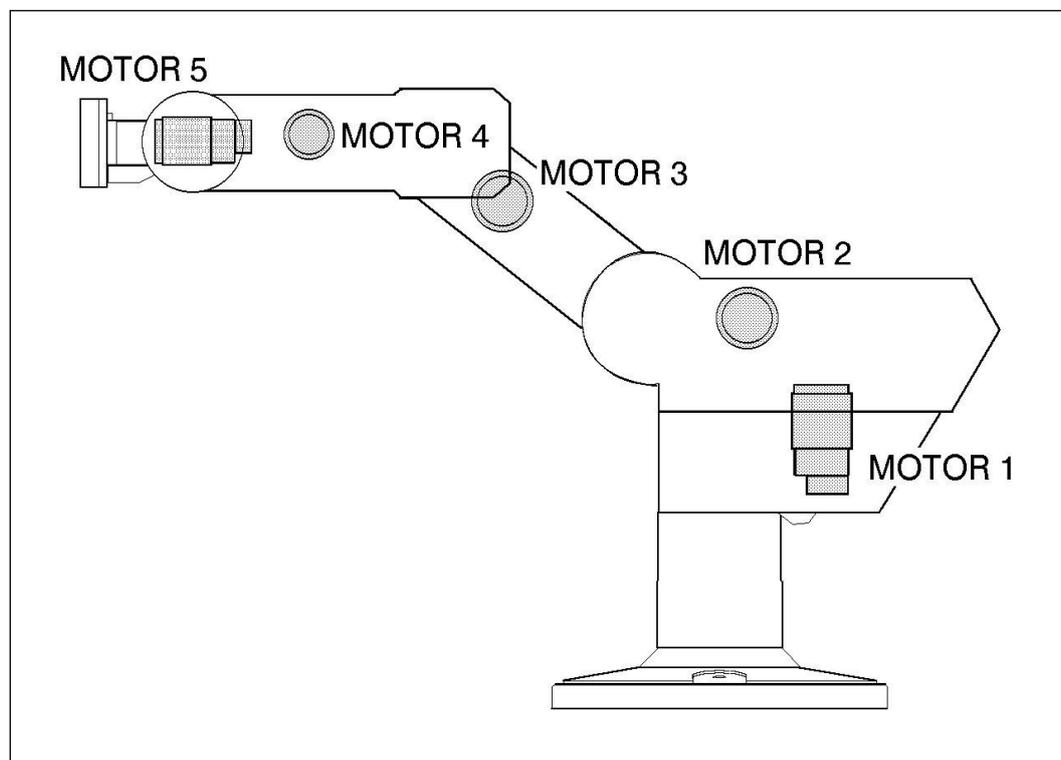

Figura 6-2: Disposiciones de los motores en SCORBOT-ER 9Pro
- Debido a que instalar motores en el brazo robot añade peso e inercia al robot, dichos motores deben ser livianos y compactos y al mismo tiempo potentes. Como se observa en la Figura 6-2, los motores del SCORBOT-ER 9Pro están ubicados sobre los ejes que accionan, con transmisión de dos etapas (ejes 14) y una etapa (eje 5).